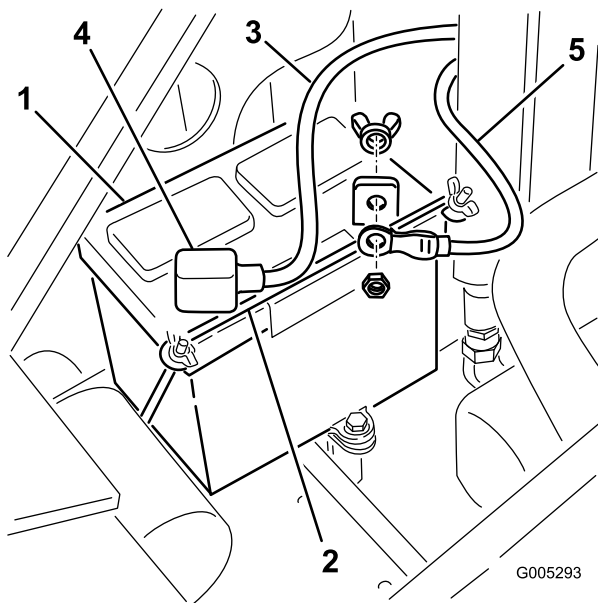

図 43
5. バッテリー端子から、マイナス黒アース側ケーブルを外す 図 43。締結具はすべて保管しておく。
7. バッテリー端子から、プラス赤ケーブルを外す 図 43。締結具はすべて保管しておく。
1. 先ほど取り外したねじ類を再使用して、プラスケーブル赤いケーブルをバッテリーのプラス端子に取り付ける 図 43。
3. 先ほど取り外したねじ類を再使用して、マイナスケーブル黒いケーブルをバッテリーのマイナス端子に取り付ける 図 43。
4. 押さえ棒と蝶ナットでバッテリーを固定する 図 43。